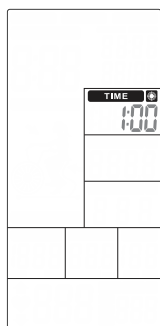

FIGURA 39
- El valor de DISTANCE parpadeará, presione UP o DOWN para ajustar el valor (Figura 39) y presione ENTER para confirmar, mientras tanto el zumbador sonará 1s y DISTANCE se encenderá durante mucho tiempo.
- El valor de DISTANCIA parpadeará, presione UP o DOWN para ajustar el valor (Figura 39) y presione ENTER para confirmar, mientras tanto el zumbador sonará 1s y CALORIES se encenderá durante mucho tiempo.